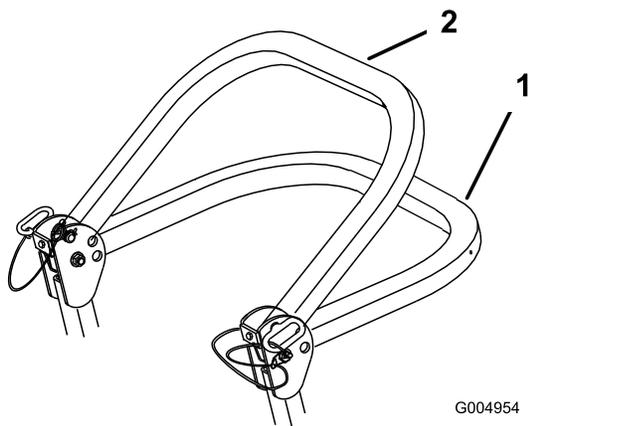

Figura 9
2. Abbassate il roll bar (Figura 9).
Nota: Sono presenti 2 posizioni abbassate; fate riferimento a Figura 9.